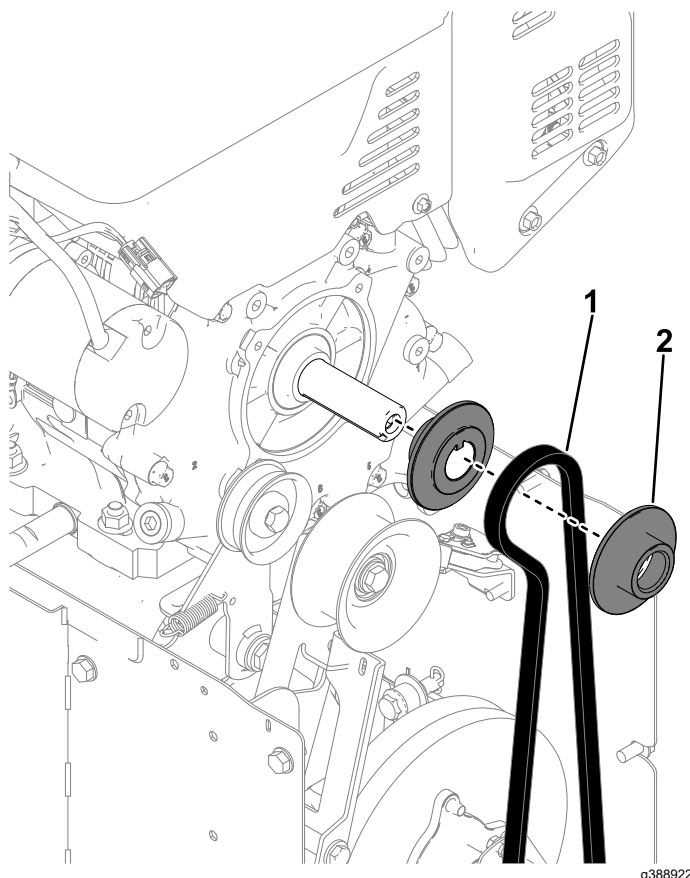

Рисунок 8
3. Снимите 2 приводных шкива и приводной ремень с коленчатого вала (Рисунок 8).